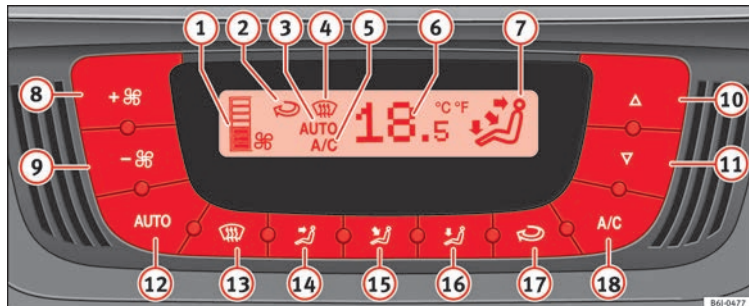

Fig. 130 Mandos del Climatronic en el tablero de instrumentos.
- Pulse la tecla **AUTO**. Se visualiza la indicación » fig. 130 3.
- Pulse las teclas » fig. 130 10 y 11 para ajustar la temperatura deseada en el habitáculo. Se recomienda ajustar una temperatura de +22 °C (+72 °F).
– Pulse una de las teclas **» fig. 130 14** a **16** o presione el regulador del ventilador **8** y **9**. Se apaga la indicación **3**.
El ventilador puede ajustarse mediante las teclas **» fig. 130 8** y **9**. Si el ventilador está apagado (en la pantalla no se indica ningún nivel **1**) y si transcurrido 1 segundo se
– Pulse la tecla  para conectar o desconectar la recirculación de aire. Está conectada si aparece el símbolo  **» fig. 130** en la pantalla.